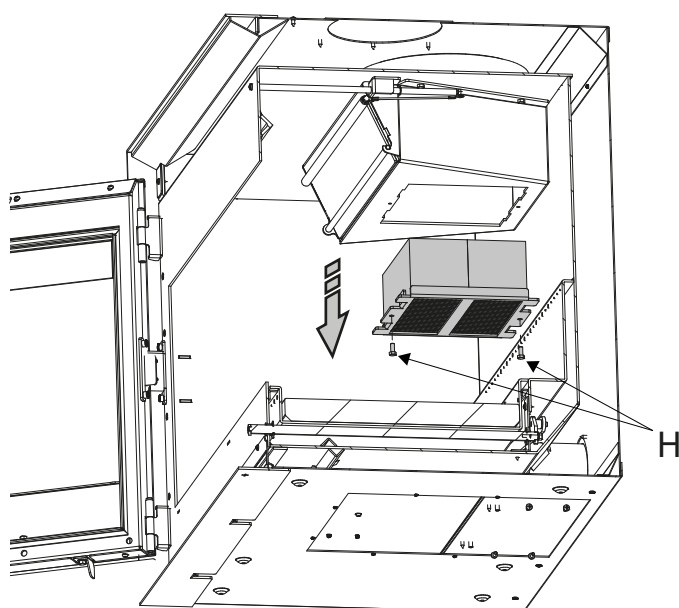

Fig. 9.2.3
- Dévisser les vis de fixation H ; retirer le support et le catalyseur (Fig. 9.2.3)